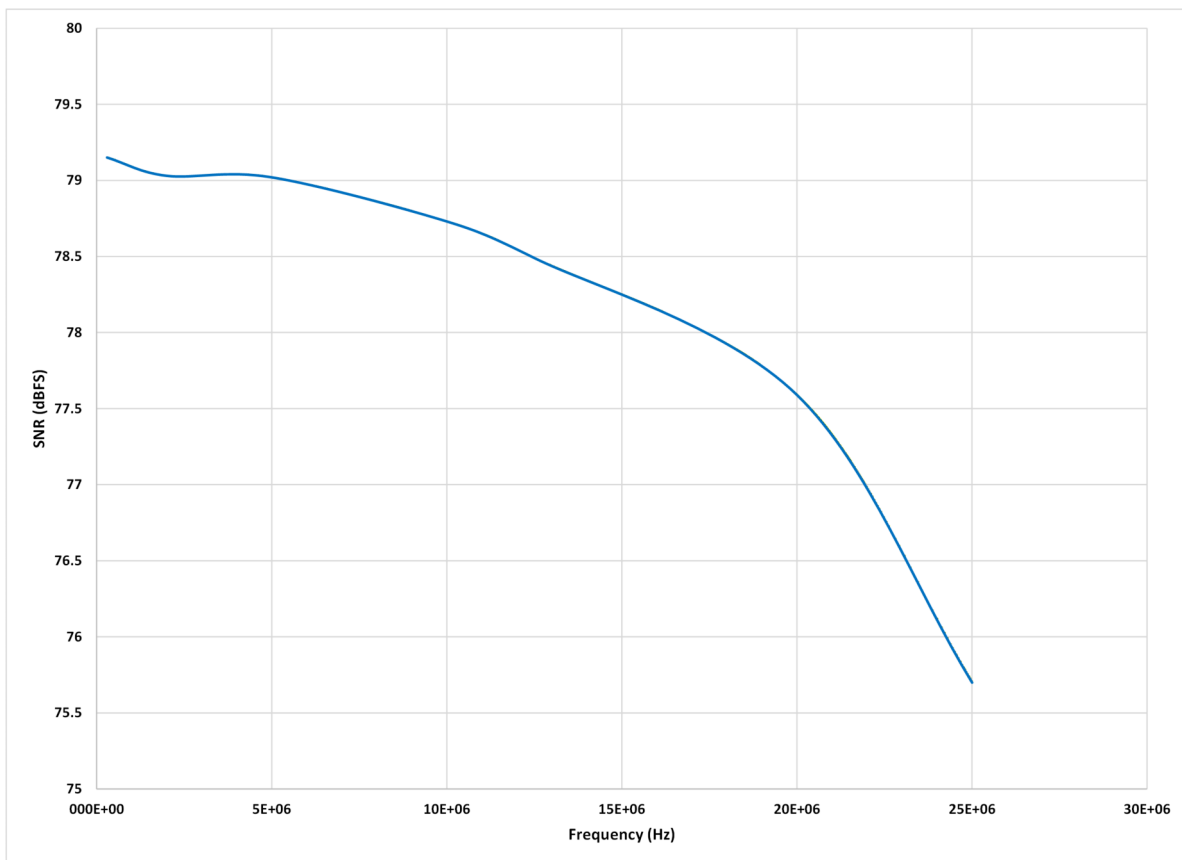
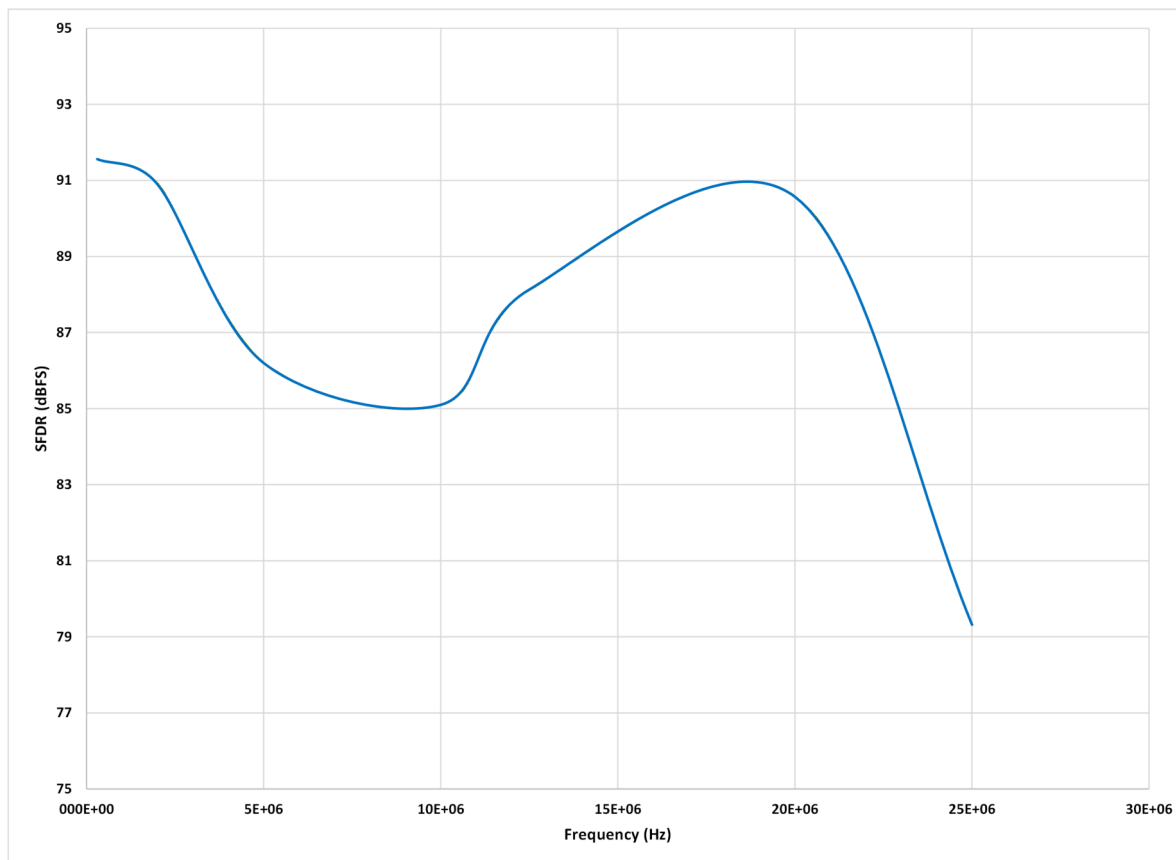

图 5-6. 测得的 SNR 扫描与模拟输入频率间的关系
图 5-7. 测得的 SFDR 扫描与模拟输入频率间的关系
验证通带平坦度带宽 (BW) 后，下一步是在应用带宽范围中完成一些交流性能扫描。这样可以深入了解性能如何动态保持，从而验证 ADC 是否仍满足应用的所有其他性能要求。请分别参阅图 5-6 和图 5-7。